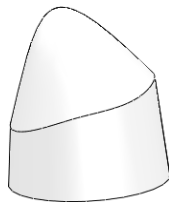

图 6-93 圆顶模型
- 04 单击对话框中的 【确定】按钮，完成圆顶操作，如图 6-93 所示。